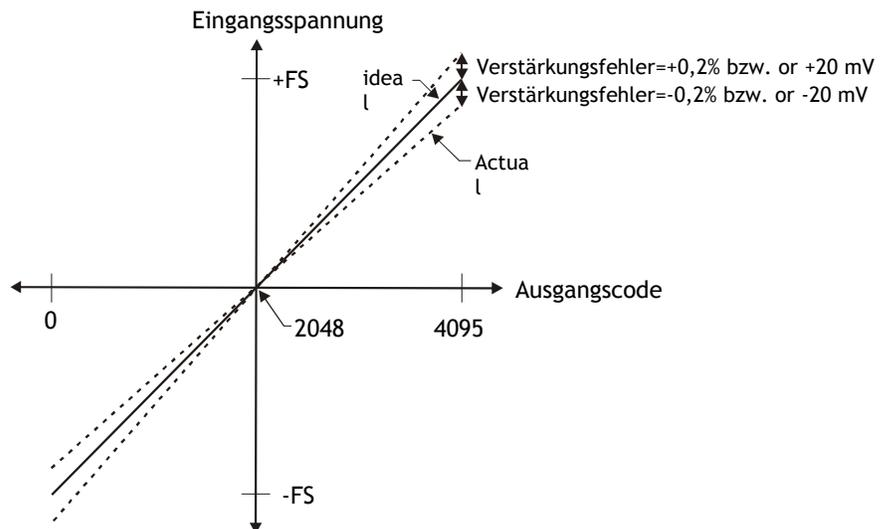

Abb. 3-11 A/D-Wandlungs-Übertragungsfunktion mit Verstärkungsfehler
Abb. 3-11 zeigt die Übertragungsfunktion des RedLab 1008 mit einem Verstärkungsfehler. Der Verstärkungsfehler kann ohne Weiteres in Spannungswerten ausgedrückt werden, indem der Wert bei Vollausschlag (Full Scale) mit diesem Fehler multipliziert wird.
**Der Genauigkeits-Graph in Abb. 3-11 ist so angelegt, dass nicht Maßstabstreue, sondern Klarheit und Übersichtlichkeit im Vordergrund stehen.**